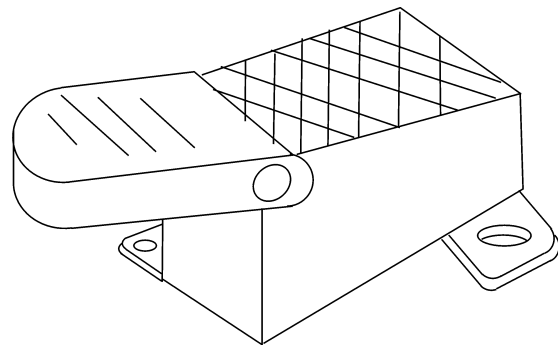

Abbildung 9. Fußpedal zur Steuerung der Flügeldrehzahl
1. Das Fußpedal (Abb. 9) regelt die Flügel- und Motordrehzahl. Die Position des Fußpedals bestimmt die Flügeldrehzahl. Für eine langsame Flügeldrehzahl wird leicht gegen das Pedal gedrückt. Für eine maximale Flügeldrehzahl wird das Pedal ganz durchgedrückt.